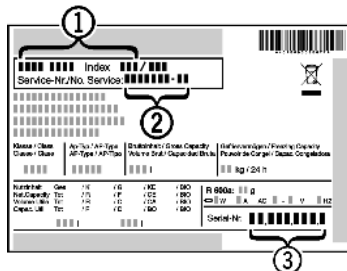

Fig. 14
► Наименование устройства Fig. 14 (1), сервисный № Fig. 14 (2) и серийный № Fig. 14 (3) считайте с заводской таблички. Заводская табличка находится внутри устройства слева.
- Обратитесь в сервисную службу и сообщите вид неисправности, наименование устройства Fig. 14 (1), сервисный № Fig. 14 (2) и серийный № Fig. 14 (3).